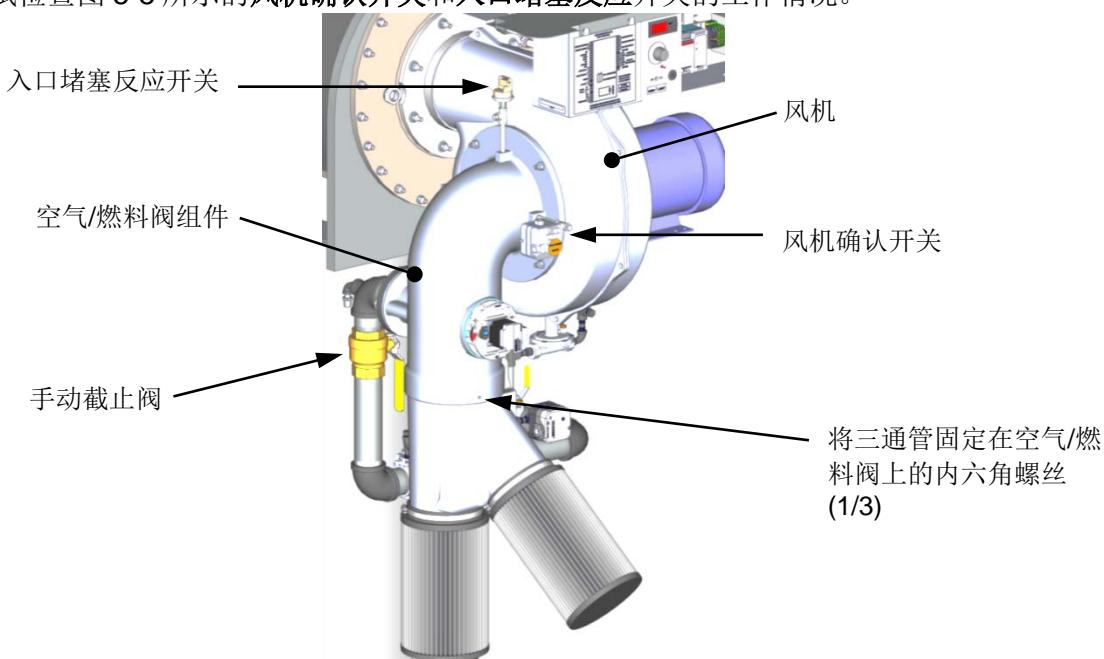

图 5-5：风机确认开关和入口堵塞反应开关位置
3. 关闭位于安全截止阀 (SSOV) 和空气/燃料阀之间的手动燃气截止阀，如下图 5-5 所示。
9. 确认火焰后，关闭位于 SSOV 和空气/燃料阀门之间的手动燃气阀（请参阅下图 5-5）。
这些测试检查图 5-5 所示的风机确认开关和入口堵塞反应开关的工作情况。
完成下面的测试，检查图 5-5 所示的风机确认开关的工作情况。
2. 拆下空气过滤器（请参阅上图 5-5）。